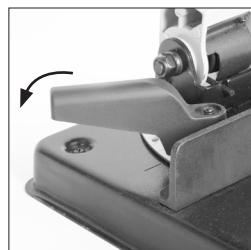

Fig. 6a
- Desserrez la vis de verrouillage à levier. (**Fig 6a**)